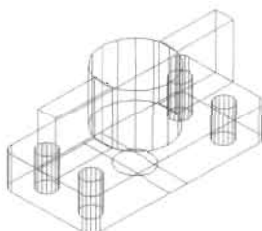

图 15-59
(4) 选择半径为 15 的圆和两个矩形, 然后使用 Extrude 命令将其拉伸 25 个单位的高度, 如图 15-59 所示, 命令执行过程如下。